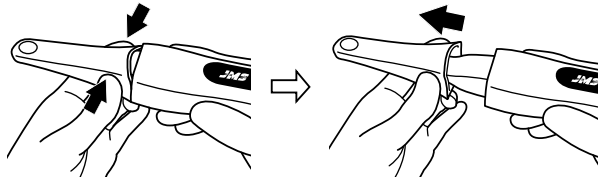

図3. 測定用カバーの取り外し方法
- (4) 患者の口腔内から本品を取り出す。
- (5) 表示画面に表示された数値を最大咬合力として記録する。
- (6) 測定用カバーを咬合力計本体のプロープから取り外す(図3)。